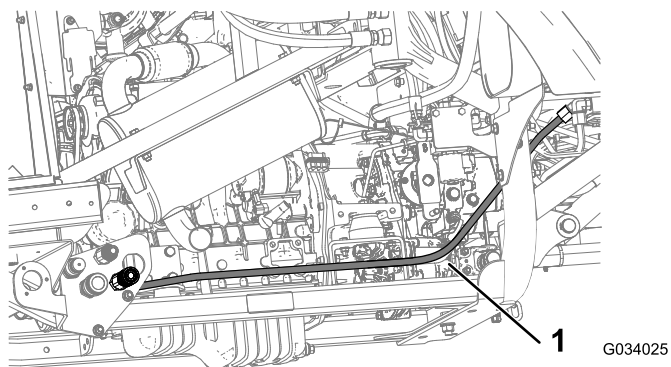

Figura 24
4. Instale la manguera hidráulica F desde el acoplamiento de 45° hasta la unión del tabique (2,57") en el acoplamiento rápido (1/2" x 1/2" hembra) del conjunto del tabique como se muestra en Figura 24.